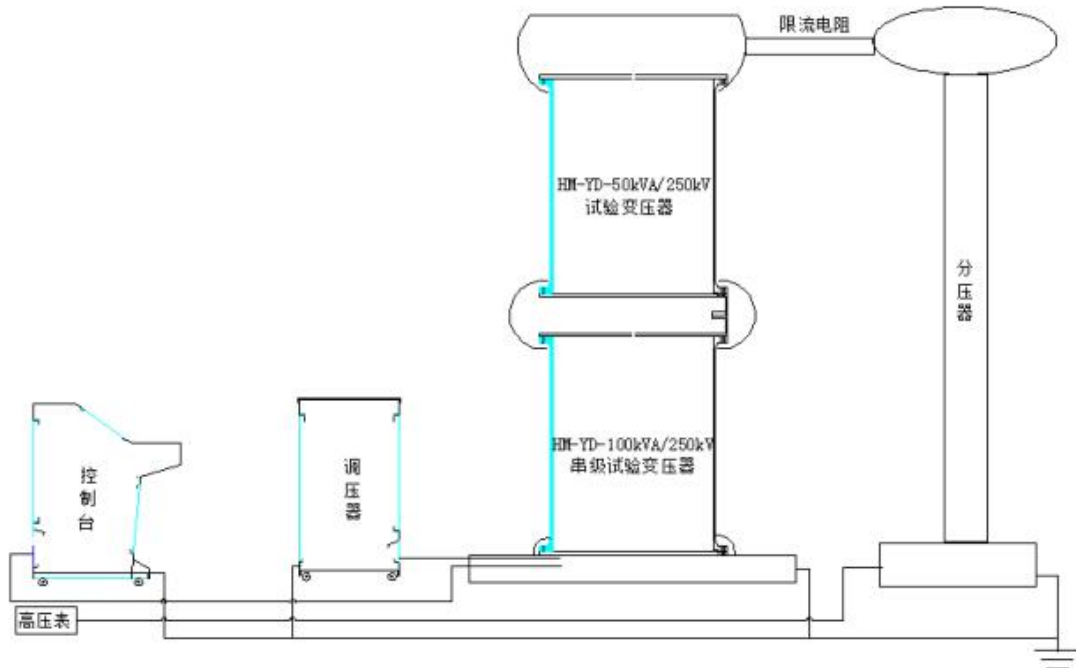

图 3 整套装置接线示意图
（1）按图 3 所示方法将试验变压器与操作箱（台）及试品和配件可靠连接，试验变压器的外壳及操作系统必须可靠接地，试验变压器的高压尾 X 端，测量绕组 F 端必须可靠接地。
(1) 在工频耐压试验中 R 1 应根据变压器的额定容量来选择。如高压侧额定输出在 100~300mA 时，可取 0.5-1 Ω/V（试验电压）。常用水电阻作为限流电阻，管子长度可按 150kV/m 考虑，管子的粗细应具有足够的热容量。（水阻液配制方法：用蒸馏水加入适量硫酸铜配制成各种不同的阻值）。
(2) 球间隙的整定值一般取试验电压的 110%—120%，球间隙保护电阻可按 1 Ω/V（试验电压）选取，当电压超过球间隙整定值时，球间隙放电，对试品起到保护作用。
(3) 在工频耐压试验中，低压侧测量电压（仪表电压）并不是非常准确的，其原因是由于试验变压器存在漏抗，必然存在着压降或容升，使试品上电压低于或高于低压侧仪表上反映出来的电压。为了准确测量被试品上所施加的电压，因此常在高压侧接入 RCF 阻容分压器来测量电压（如图 3 所示）。
(1) 按图 3 所示方式将试验变压器与操作箱(台)可靠连接, 变压器外壳与操作系统必须可靠接地, 高压尾 X 与测量绕组的 F 端必须可靠接地
(2) 试验人员明确分工, 清理现场(有条件的可拉上屏蔽网), 检查被试品是否停电, 接地放电, 要严防将试验电压加到有人工作的部位上去。
(3) 复查各连接线无误后, 送上电源, 缓慢升压, 密切注意被试品、试验装置、微安表, 一旦发现击穿, 闪烁等异常现象应立即降压, 切断电源, 对试品充分放电, 查明原因, 详细记录。
(4) 试验完毕后, 降压, 切断电源。对被试品及试验装置本身充分放电, 直到分压器读数为零后方可拆卸设备或更换试品。